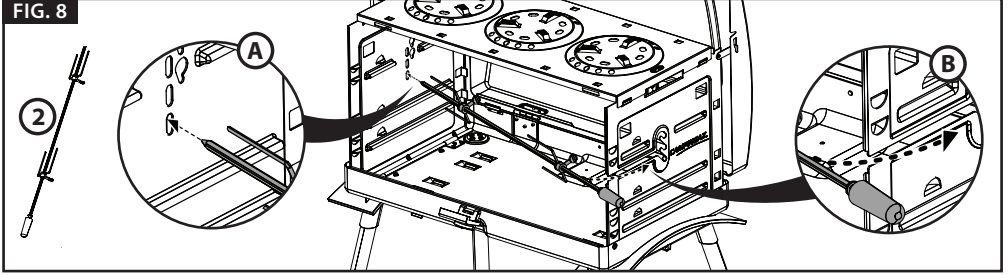

FIG. 9
7. Setzen Sie die Fettauffangschale in das Gehäuse ein (Abb. 9). Stellen Sie sicher, dass die Fettauffangschale auf einem der Schienenpaare an den Seitenwänden liegt.